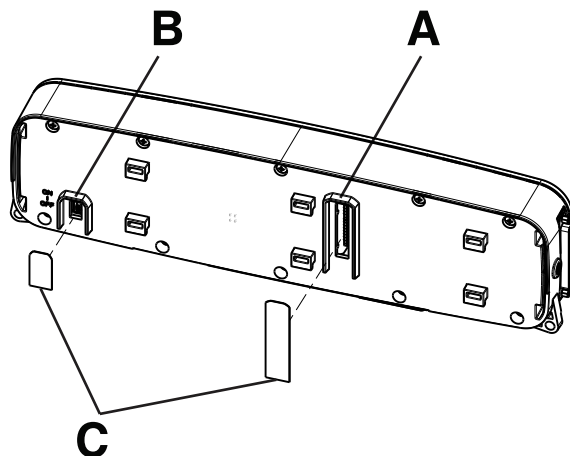

Рисунок 2 – Настройка переключателя
2. Посредством прямого шила настройте DIP-переключатели SB1 и SB2 (A) для соответствия системе вызова медицинской сестры и кабелю для вызова медицинской сестры (Рисунок 2).
3. Посредством прямого шила передвиньте переключатель **ВКЛ./ВЫКЛ. Secure Connect** (B) в положение **ВКЛ.** (Рисунок 2).
4. Прикрепите две поставляющиеся этикетки IPX (C) поверх DIP-переключателя и автоматических выключателей **ВКЛ./ВЫКЛ.**, расположенных на задней панели Secure Connect (Рисунок 2).